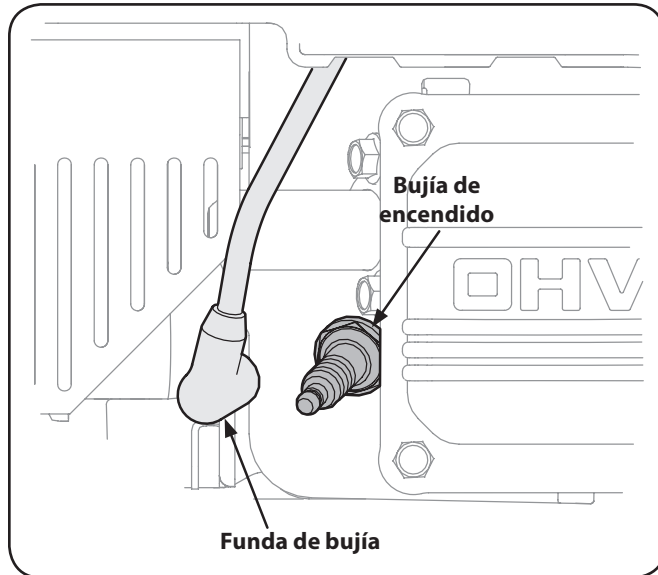

Figure 6-6
1. Retire la funda de bujía y utilice una llave para bujías para extraer la bujía. Vea la Figure 6-6.